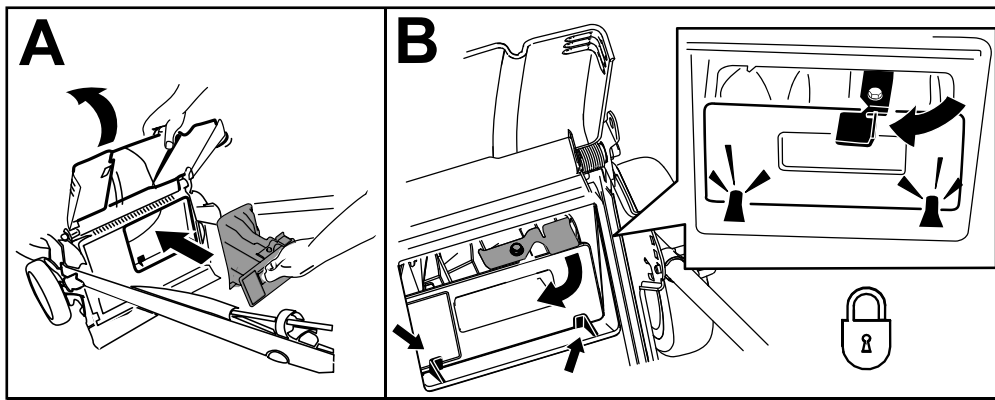

Figura 24
**Importante:** Asegúrese de que el tapón trasero está bloqueado en su sitio. Para bloquear el tapón: levante el deflector trasero (Figura 24), introduzca el tapón y presione firmemente hasta que encaje detrás de las pestañas, y gire la palanca del tapón a la izquierda (Figura 24).